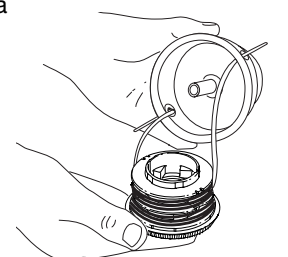

Fig. 21
3. Inserte los extremos de la línea de corte del nuevo carrete interior dentro de los ojajillos de la bobina exterior (Fig. 21). Coloque el nuevo carrete interior con la flecha hacia arriba dentro de la bobina exterior.
- Saque el carrete interior con la línea existente de la bobina exterior (Fig. 21).
- Coloque la botón de tope, el resorte y el sello de espuma en la bobina exterior (Fig. 21).